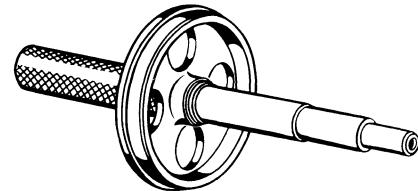

Рис. 95. Оправка 7820-5046 для установки ведомого диска
- при установке необходимо сцентрировать ведомый диск по отношению к оси коленчатого вала. Для этого в шлицевое отверстие ведомого диска вставить специальную оправку 7820-5046 (рис. 95) таким образом, чтобы ее конец вошел в шарикоподшипник маховика и отверстие картера сцепления. Для этой цели можно также использовать запасной первичный вал;